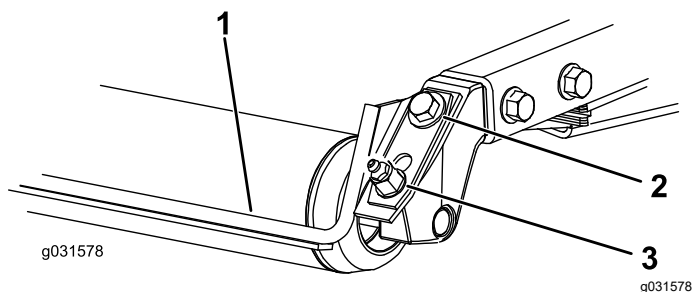

Figura 21
1. Allentate il raccordo d'ingrassaggio e la vite di montaggio (Figura 21).